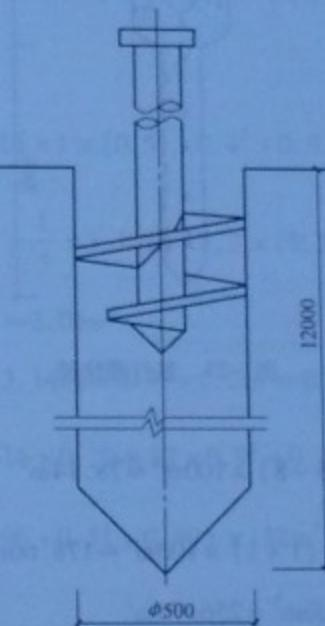

图 1-22 钻孔灌注桩示意图
**【例 1-22】** 如图 1-22 所示, 桩基础采用长螺旋钻孔灌注桩, 桩长 12m, 土质为二级土, 共计 300 根, 计算钻孔灌注桩工程量。